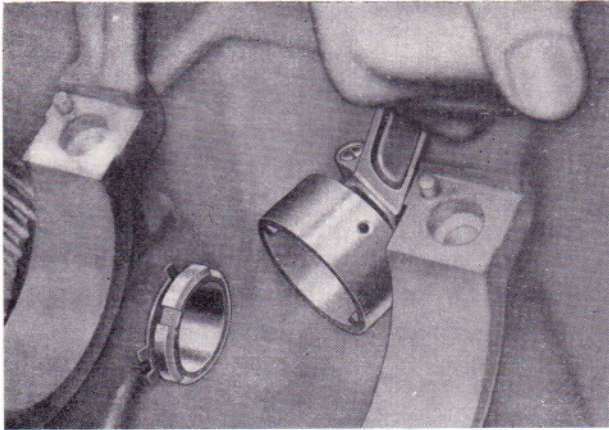

Bild 57
- Mit der Nuß 27 98311 003 (Bild 57) oder einem Hakenschlüssel 45/50 beide Nutmutter vom Zwischenradlagerzapfen abschrauben.